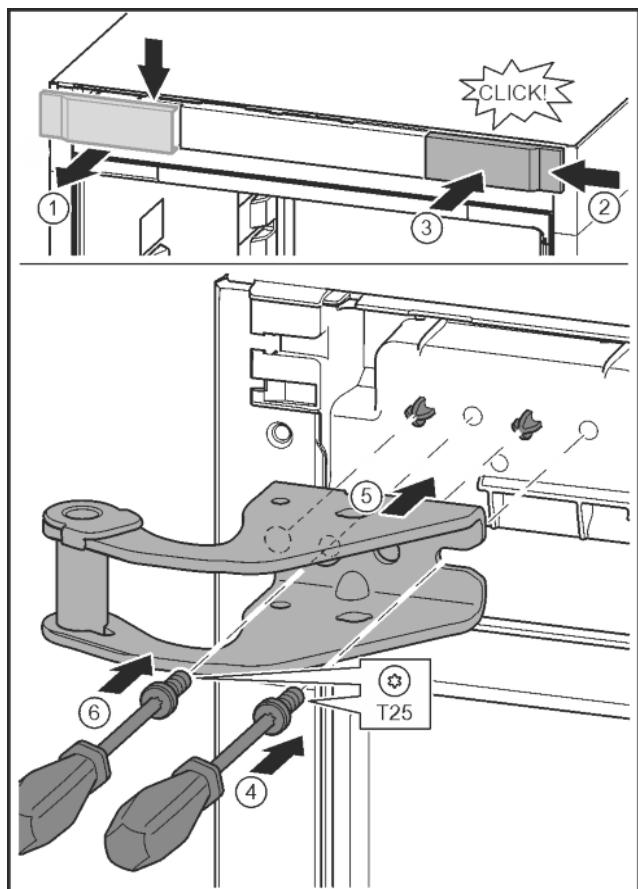

Fig. 15
- Відпустіть кришку та зніміть збоку. Fig. 15 (1)
- Почекайте кришку, що повернута на 180°, з іншого боку праворуч. Fig. 15 (2)
- Зафіксуйте кришку. Fig. 15 (3)
- Встановіть гвинт за допомогою викрутки T25. Fig. 15 (4)
- Встановіть верхній опорний кронштейн. Fig. 15 (5)
- Закрутіть гвинт. Fig. 15 (4)
- Встановіть та закрутіть гвинт за допомогою викрутки T25. Fig. 15 (6)